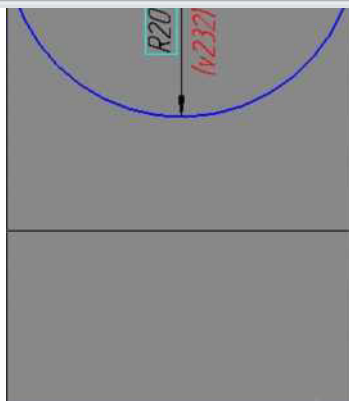

Рисунок 4.
- удаляем отрезки **а**, **б** и между точками **6** и **7** строим новый отрезок, получая окончательный эскиз бобышки, рисунок 4;